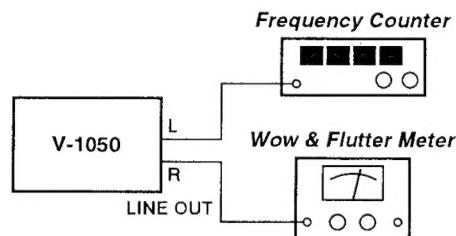

Fig. 2-1
- Connect a frequency counter to the deck as shown in Fig. 2-1.
- Connect a wow-and-flutter meter to the deck as shown in Fig. 2-1.
- Fig. 2-1 のように周波数カウンターを接続する。
- Fig. 2-1 のようにワウ・フラッタメーターを接続する。